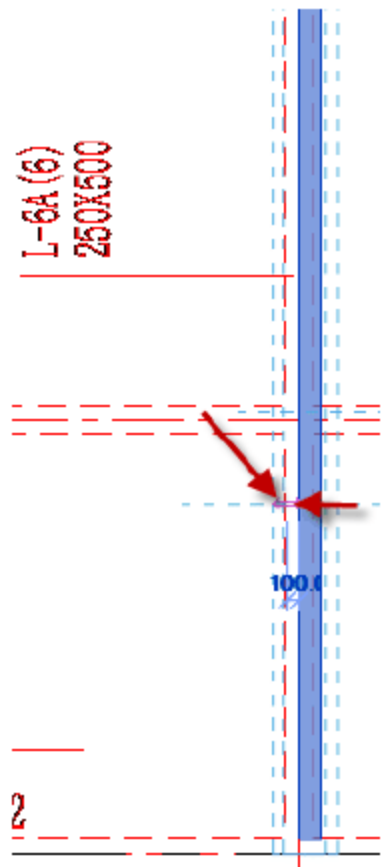

图 4.2.97 调整矩形梁的位置
(22) 调整矩形梁 L-6A 的位置，选中矩形梁 L-6A，按快捷键 M+V，移动矩形梁的位置，使其与梁线对齐，如图 4.2.97 所示。